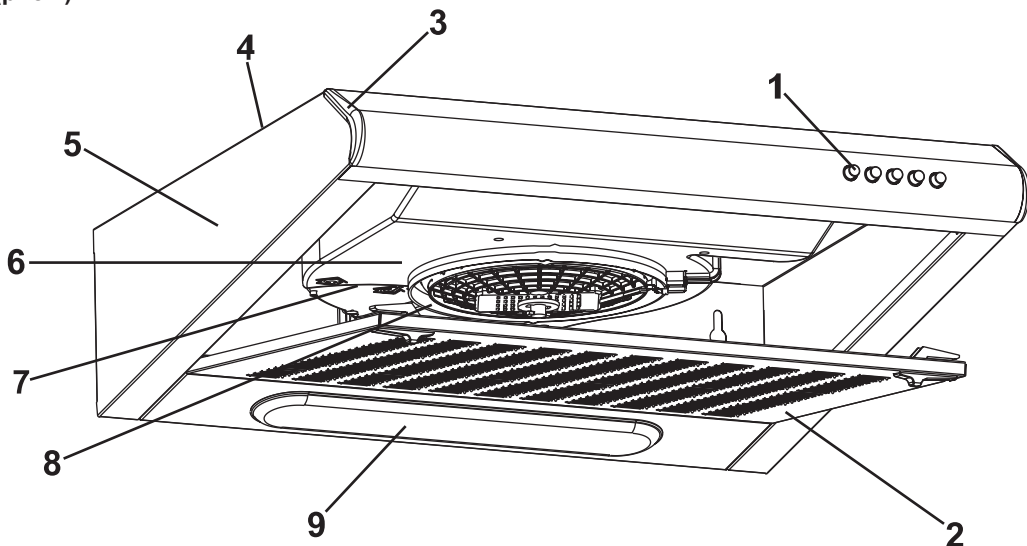

Рис. 1
**Зовнішня частина витяжки складається з наступних складових частин (рис.1):**